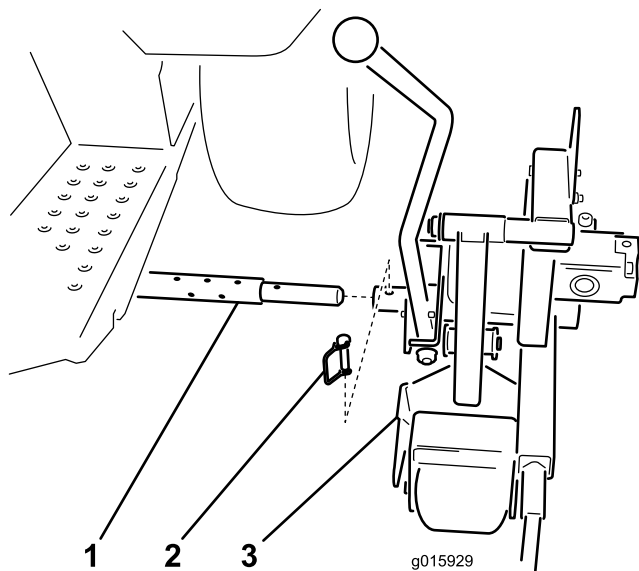

図 5
1. クロスチューブに、カッターヘッドピボットチューブを通す図5。
2. カッターヘッドをクロスチューブにヒッチピンで固定する 図 5。